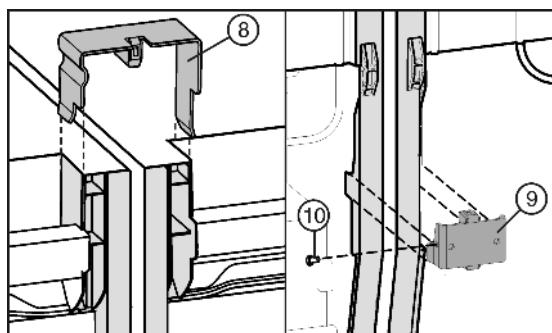

Fig. 7
- Verbindungsklammer Fig. 7 (8) oben auf die mittleren Seitenwände stecken.
- Verbindungswinkel Fig. 7 (9) unten in die passende Aussparung einsetzen.
- Falls der Verbindungswinkel etwas locker sitzt, Schraube Fig. 7 (10) montieren.